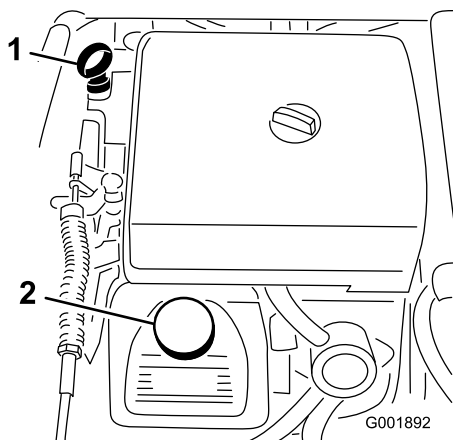

Figura 21
2. Retire a vareta e limpe-a com um pano limpo (Figura 21). Volte a colocar a vareta no tubo e verifique se está completamente introduzida. Retire a vareta e verifique o nível de óleo.
3. Se o nível de óleo estiver baixo, deverá retirar a tampa de enchimento da cobertura da válvula (Figura 21) e deitar óleo na abertura até que o nível suba até à marca "Full" (Cheio) da vareta; consultar a secção Manutenção do óleo do motor, Manutenção do motor, página 44, acerca do tipo e viscosidade do óleo. Adicione o óleo lentamente e verifique o nível com alguma frequência durante o procedimento. Não encha demasiado.